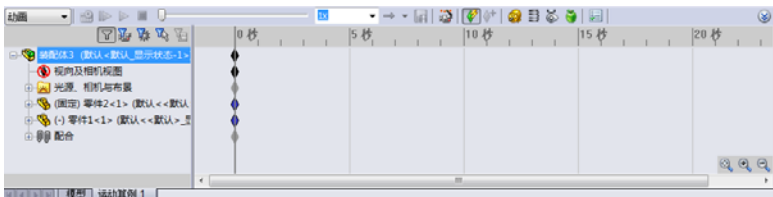

图 8-21 MotionManager
2. 运动算例 MotionManager 简介。单击 [运动算例 1] 标签, 弹出 [运动算例 1] MotionManager, 如图 8-21 所示。